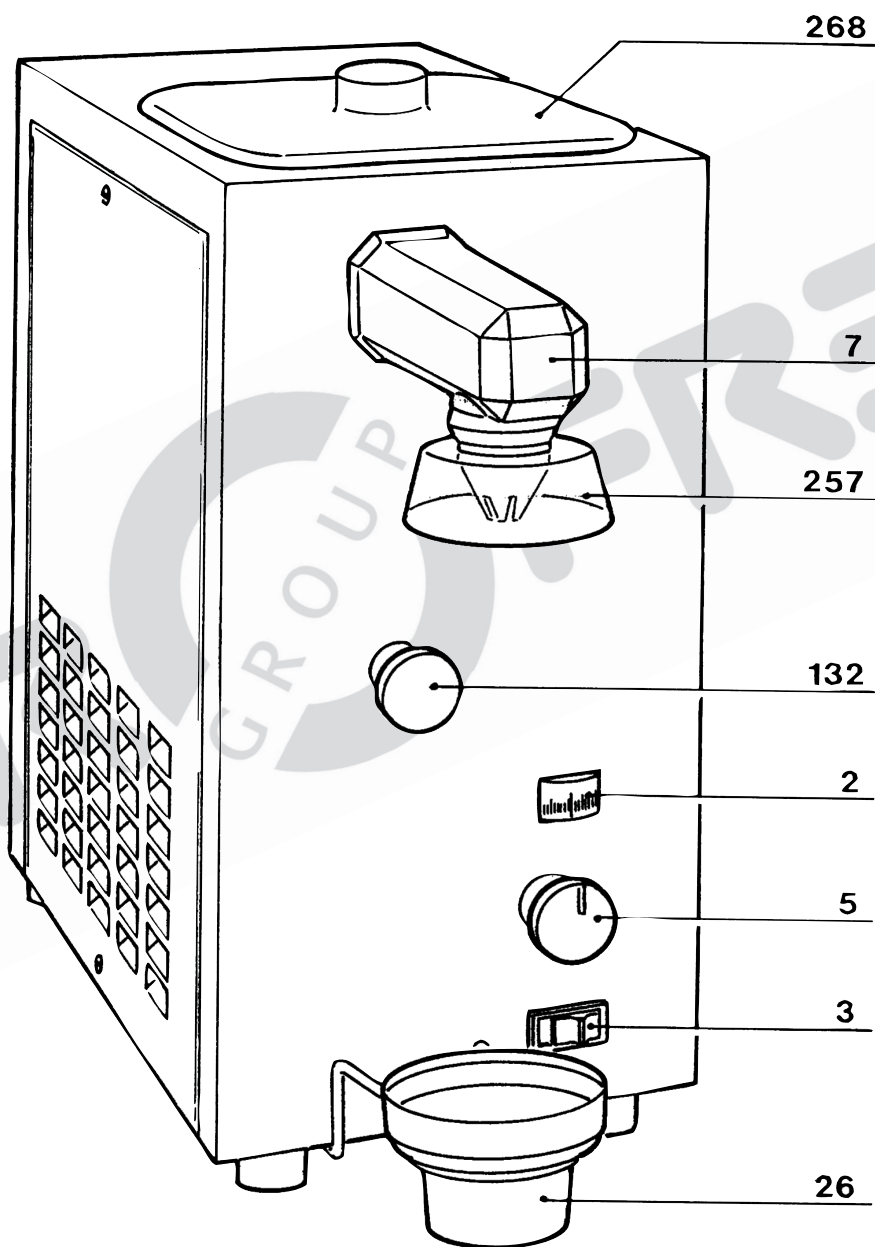

Fig. 1
Termómetro (pos. 2 fig. 1)
El contenedor de goteo pos.26 (fig.1) tiene la función de recuperar las eventuales perdidas de la puerta en fase de distribución.
Conectar el interruptor (pos.3 fig.1) y colocar la nata líquida en el contenedor.
- Desconectar la máquina de la red de alimentación. Quitar la nata residual del contenedor levantando el tapón de cierre pos. 221 (Bl. 3) y quitando el tapón cubre-descarga pos. 132 (fig. 1) y montarlos nuevamente cuando se termine la operación.